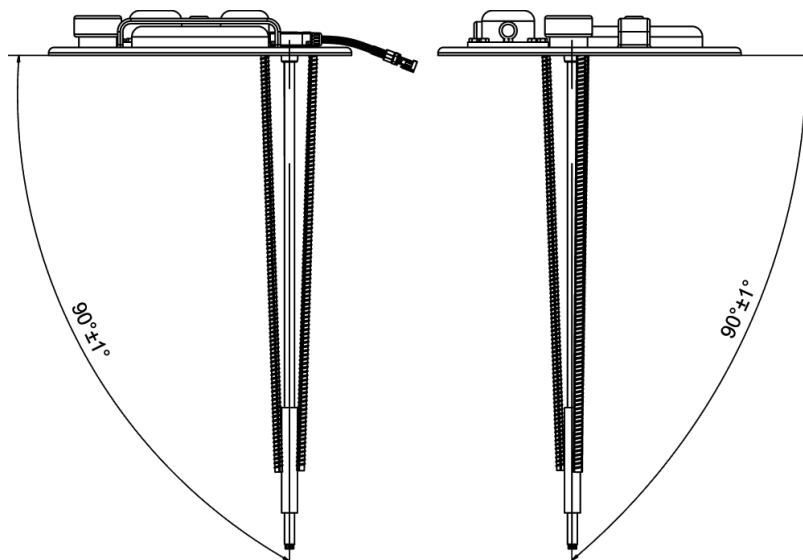
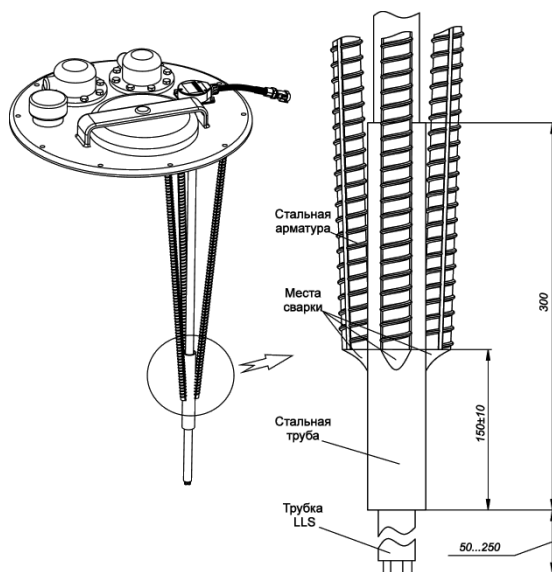
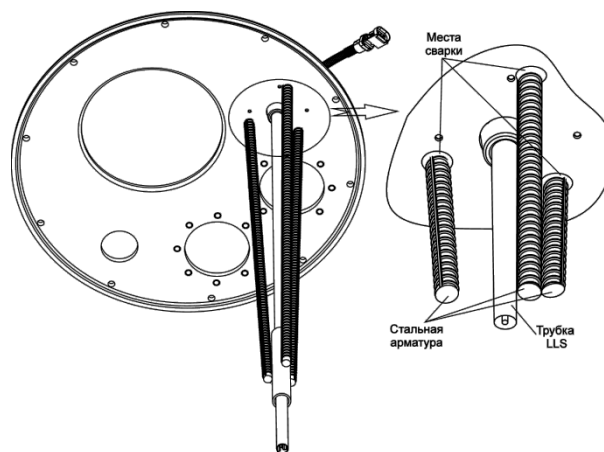

Рисунок 65
Рисунок 66
Рисунок 67
4. Произвести сварочные работы согласно рисункам (Рисунок 66, Рисунок 67), выдерживая угловые размеры, указанные на рисунке (Рисунок 65).